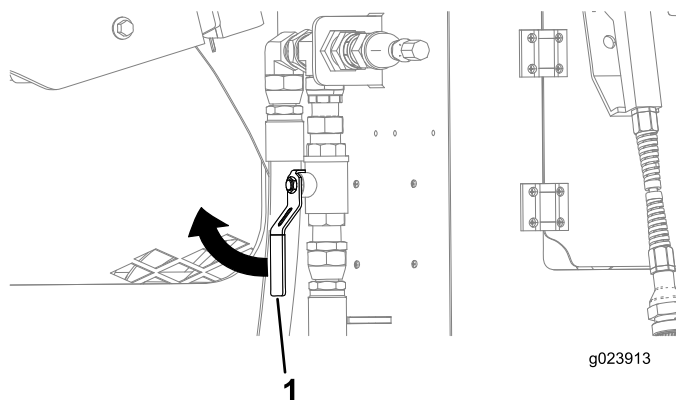

Рисунок 135
4. Убедитесь, что клапан рядом с задним отделением находится в ЗАКРЫТОМ положении (Рисунок 135).